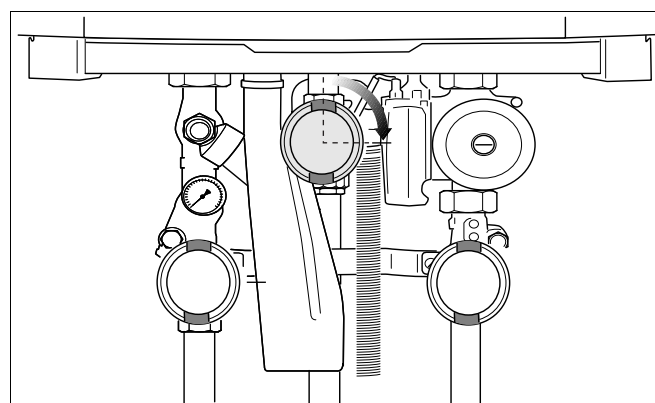

Fig. 79 Închideți robinetul de gaz
- Închideți robinetul de gaz (fig. 79).